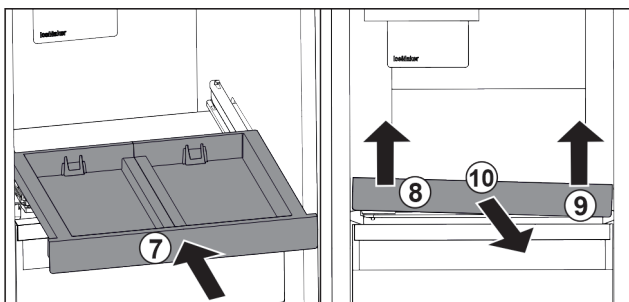

Fig. 82
- ▶ Inserați raftul extractibil. Fig. 82 (7)
- ▶ Ridicați raftul extractibil din față stânga. Fig. 82 (8)
- ▶ Ridicați raftul extractibil din față dreapta. Fig. 82 (9)
- ▶ Extrageți raftul extractibil spre înainte. Fig. 82 (10)